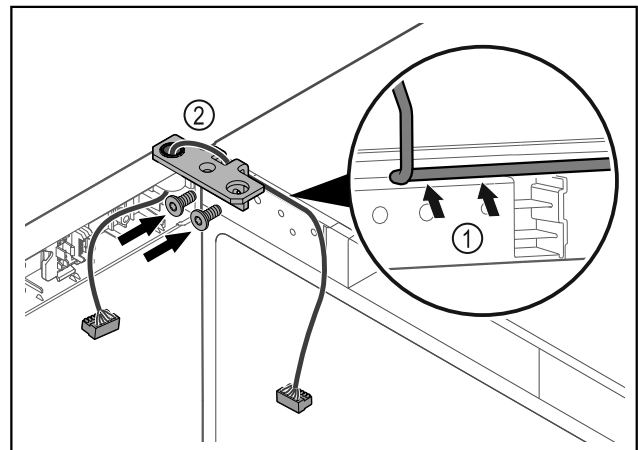

Fig. 57
- ▶ Kabel door de uitsparing van de scharnierhoek leiden en voorzichtig monteren Fig. 57 (1).
- ▶ Scharnierhoek Fig. 57 (2) vastschroeven.